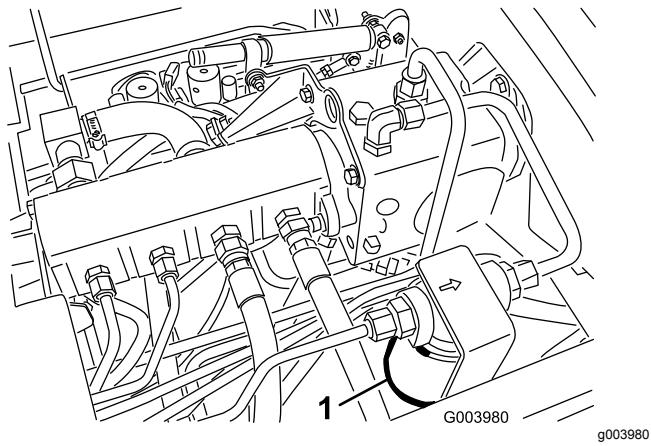
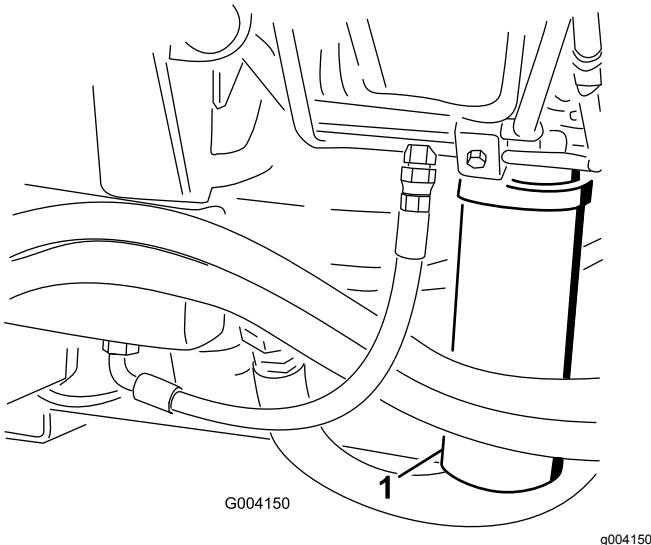

Figura 72
Figura 73
2. Pulite l'area di montaggio del filtro e collocate una bacinella di spurgo sotto il filtro (Figura 72) e (Figura 73).